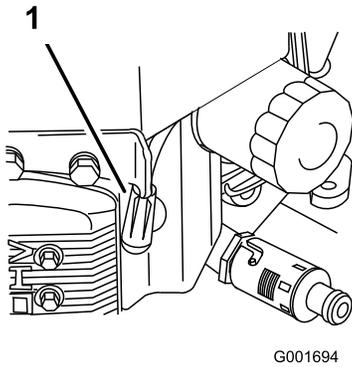

Figure 36
- Débranchez les bougies (Figure 36).